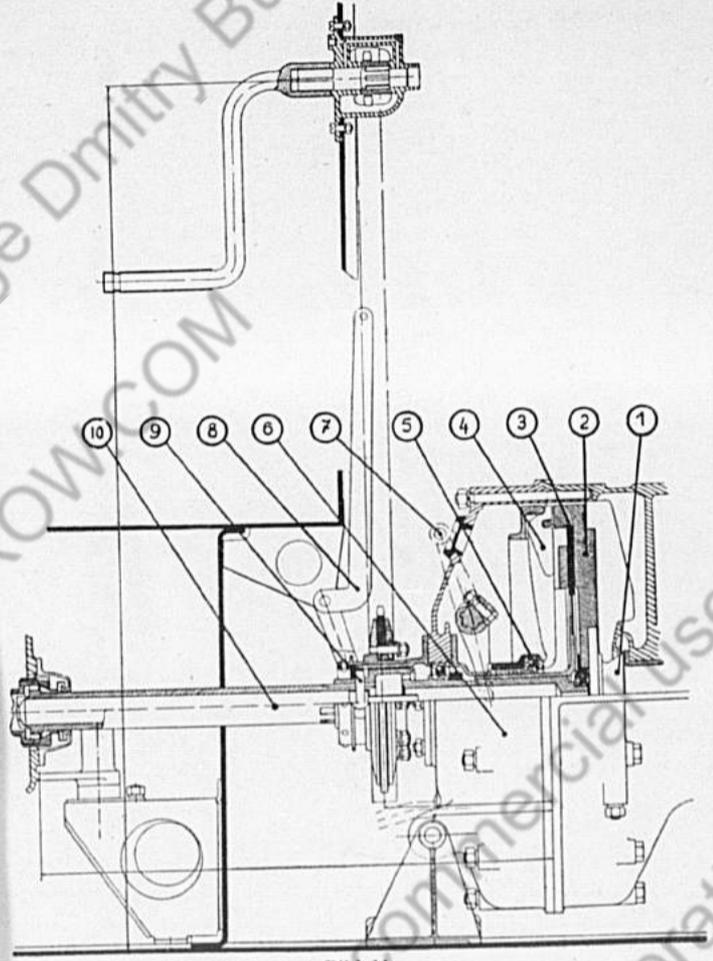

Bild 11.
c) Kupplung (Bild 11)
Auf Bild 11 ist auch das Triebwerk für das Anwerfen von Hand von Wageninnern aus mit dem Hebel 8 zu sehen. Dieses zeigt, wie gerade der Mitnehmerstift in die auf der Welle sitzende Klaua fahrt. Beim Anwerfen von Hand muß der Getriebe-Schalthebel auf Leerlauf stehen und es darf nicht ausgekuppelt werden. Vom Schaltgetriebe gelangt das Schmieröl durch die hohle Welle 10 zu der Kupplung. Durch das Rohr 11 fließt es in den Getriebebaufen zurück.